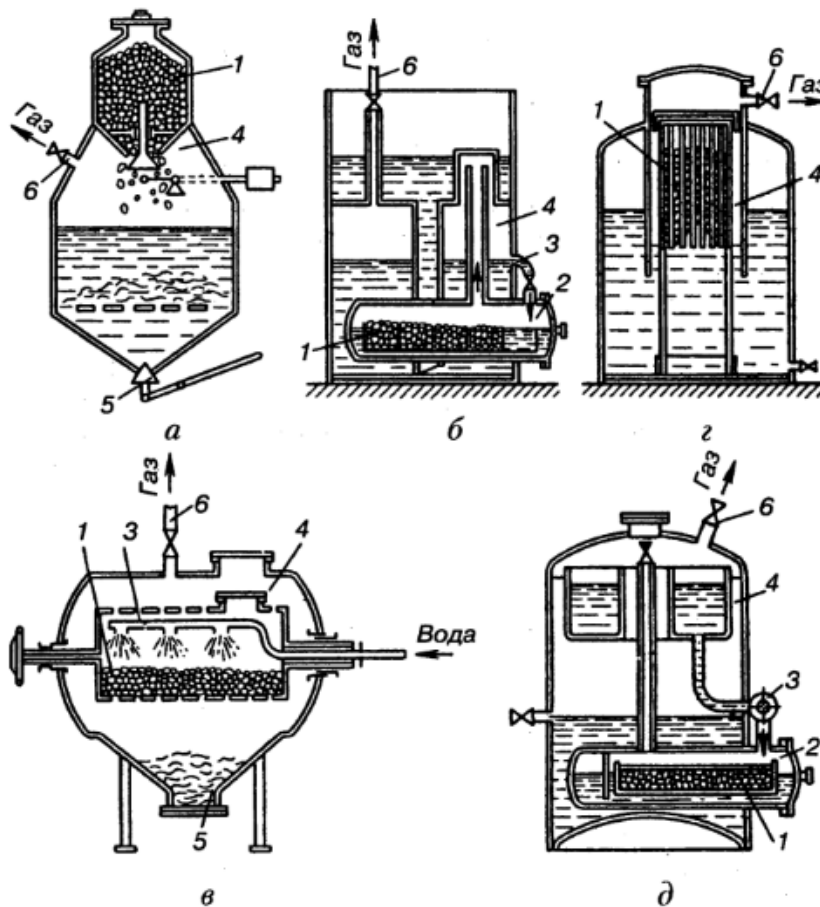

Рис.1. Схеми ацетиленових генераторів:
**Ацетиленові генератори** — це апарати, призначені для одержання ацетилену з карбіду кальцію за допомогою води (рис. 1).